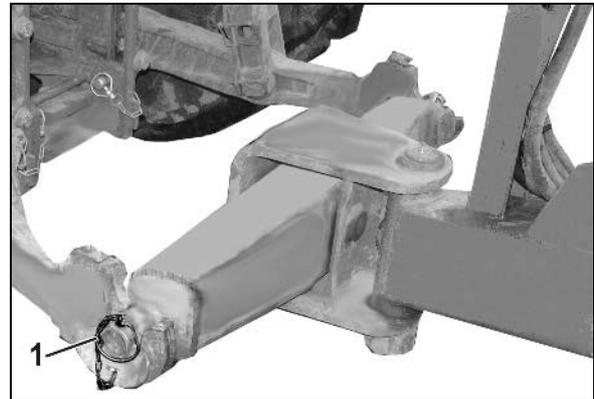

Fig. 44
2. Unterlenkerbolzen jeweils mit dem Klappstecker (Fig. 44/1) gegen unbeabsichtigtes Lösen sichern.